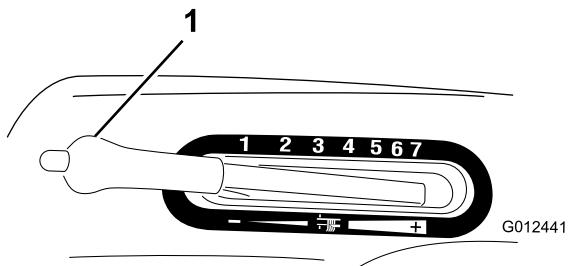

Figura 8
- Premete e mantenete il pulsante della leva dell'altezza di taglio (Figura 8).